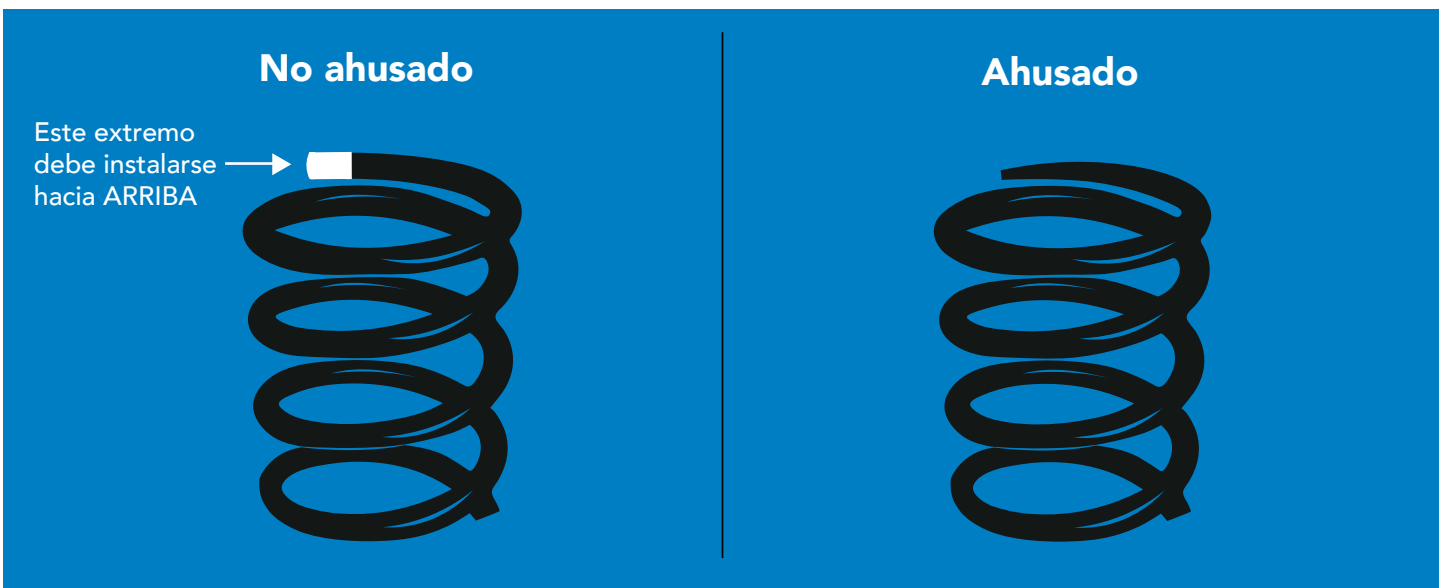

Figura 1
- Encuentre el extremo cuadrado no ahusado en el muelle helicoidal de reemplazo. Este está pintado de color blanco para ayudar a su identificación. Este extremo debe instalarse hacia ARRIBA. **Vea la Figura 1.**